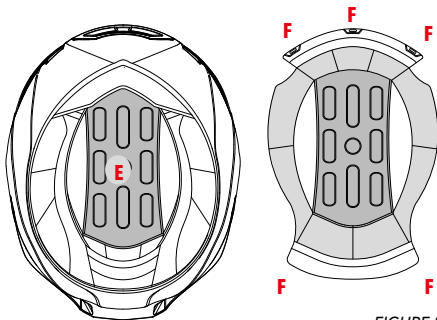

FIGURE 8
**Doublure interne centrale: CALOTTE – E – Figure 8****Démontage et Remontage**